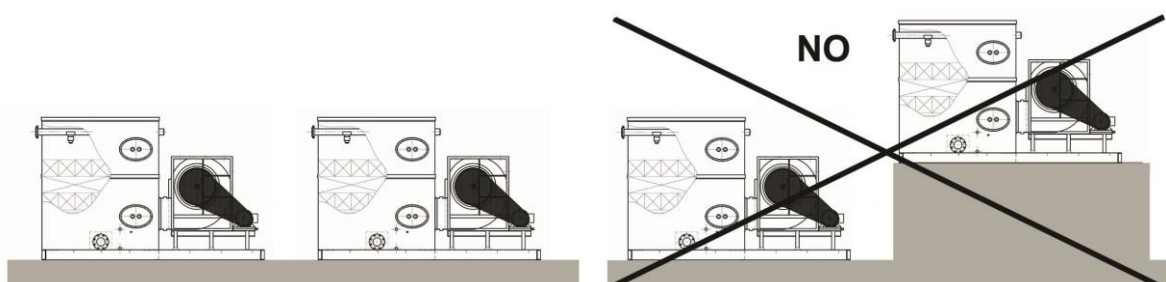

Fig.7
- f) Dans le cas où l'on installe plusieurs tours, celles-ci devront être installées à la même hauteur, car, dans le cas contraire, la tour la plus haute pourrait aspirer l'air saturé de la tour située plus bas (fig. 7).